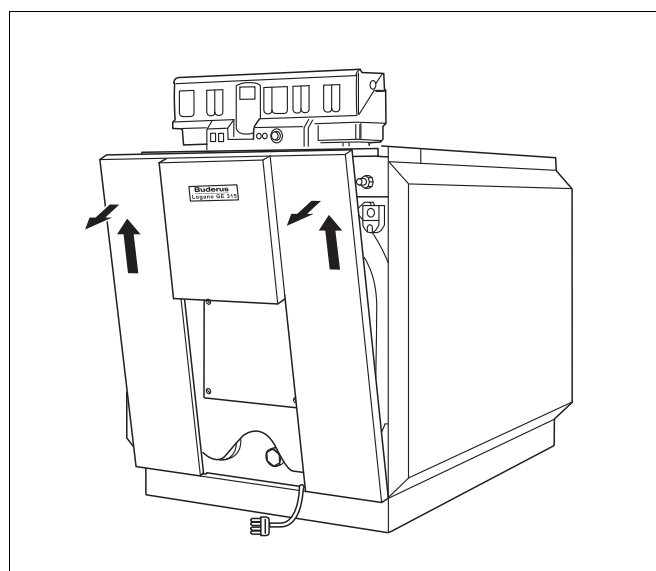

Рис. 50 Демонтаж передней стенки
- Слегка приподнять переднюю стенку и снять ее, направив вперед (рис. 50).